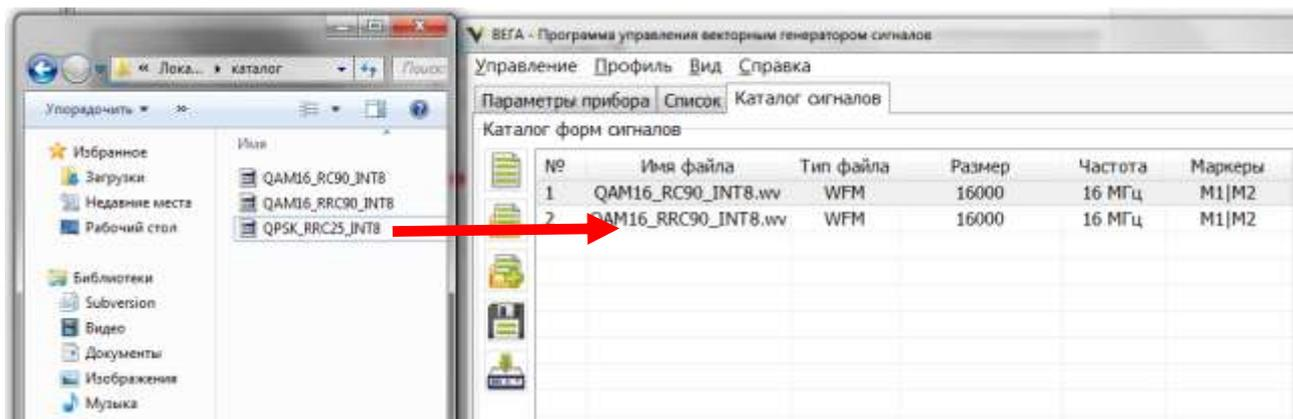

Рисунок 5.53 – Перетаскивание файлов из локальной папки в прибор
- нажать кнопку  «Добавить файл» (доступно перетаскивание файлов из локальной папки в каталог форм сигналов зажатой левой клавишей мыши, рисунок 5.53);
2) нажать кнопку  «Добавить файл» (доступно перетаскивание файлов из каталога форм сигналов в окно редактора последовательностей зажатой левой клавишей мыши, рисунок 5.53);